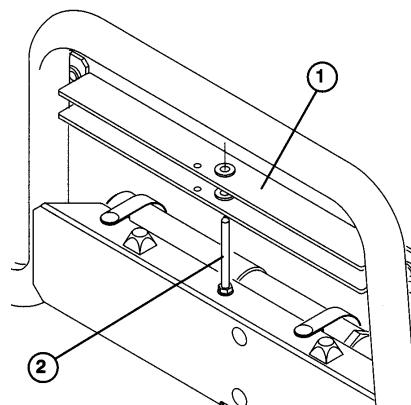

Bild 23
2. Den Mulden-Sicherheitsständer aus seiner Ruhestellung an der Oberseite des Rückenlehnen U-Profils am Workman (Bild 23) entfernen.